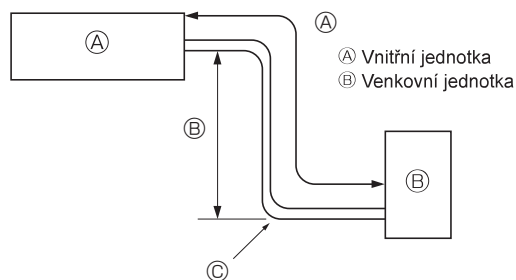

Fig. 5-1
5.1. Potrubí chladicího média (Fig. 5-1)